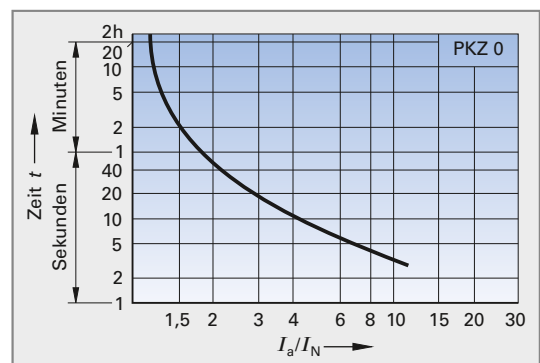

Bild 3: Auslösekennlinie einer Überstrom-Schutzeinrichtung
a) Um welche Art der Überstrom-Schutzeinrichtung handelt es sich, wenn die Auslösekennlinie **Bild 3** entspricht?